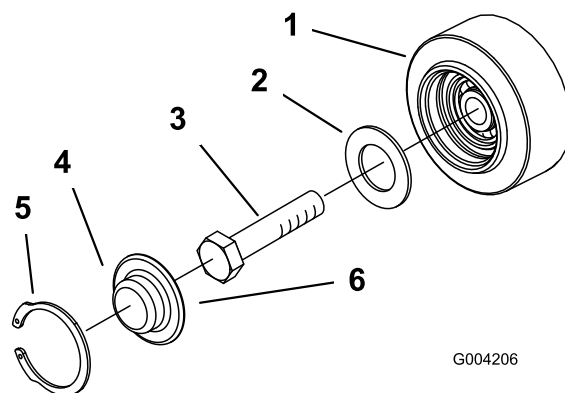

Рисунок 52
3. Снимите с опорного катка стопорное кольцо и колпачок (Рисунок 52).
4. Проверьте наличие смазки под колпачком и вокруг прокладки (Рисунок 52). Если она грязная, содержит песок, или истощилась, удалите всю смазку, замените прокладку и заложите свежую смазку.
6. Поместите наполненный смазкой колпачок опорного катка поверх головки болта (Рисунок 52).
7. Закрепите колпачок опорного катка стопорным кольцом (Рисунок 52).